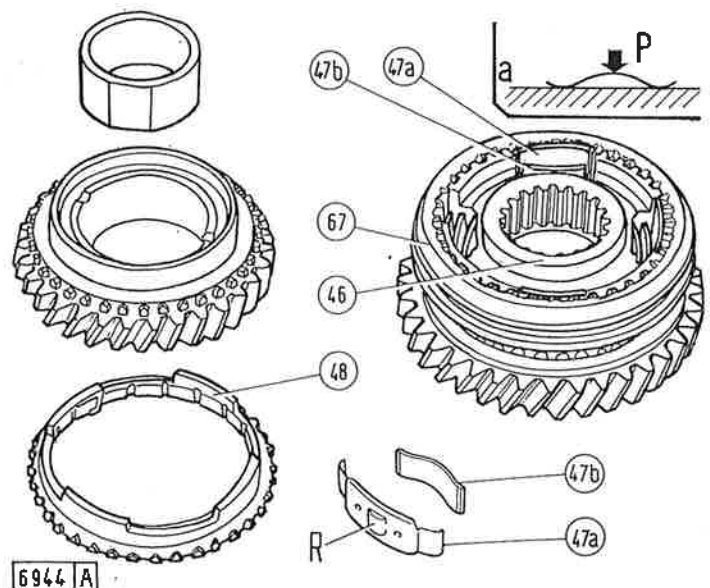

Fig. 85 - Montage d'un dispositif synchro.
Vérifier l'état des ressorts à lamelle (47 b, fig. 85) du dispositif synchro. A cet effet, placer le ressort sur une surface plane. (voir le détail a) et, en pressant au milieu et sur toute la longueur du ressort, vérifier que la flèche est de 1 mm sous une charge de 1,8 à 2 kg (P, fig. 85).
— lors du remontage des groupes des vitesses synchronisées, placer les ressorts à lamelle (47 b, fig. 85) sur les coupelles (47 a) comme montré par la figure et les monter ensemble dans les cavités du manchon fixe (46) en veillant à ce que les reliefs (R) des coupelles épousent la gorge prévue dans le manchon baladeur (67) ou (45, fig. 88);